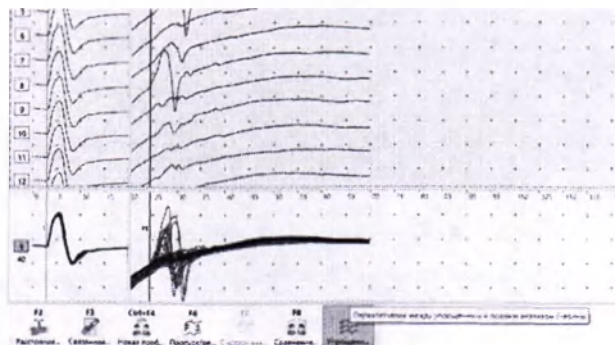

Рис. 139. Переключение между рутинным и расширенным анализом F-волны
1. Для расширенного анализа F-волны регистрируется необходимое (часто статистически достоверное) количество F-волн. Для перехода в расширенный режим анализа F-волны после накопления и сохранения F-волн нажмите кнопку перехода в расширенный режим анализа (рис. 139).